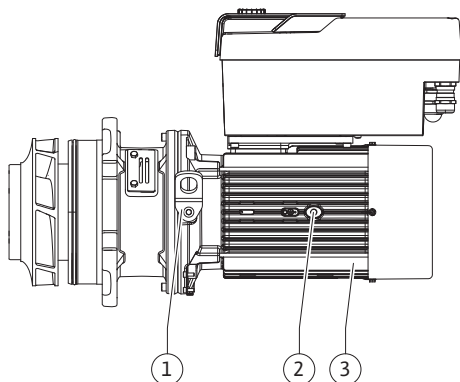

Fig. 108: Smontovaná jednotka
13. Zasuňte smontovanou jednotku (viz Fig. 108) do tělesa čerpadla v původní, resp. v jiné, požadované úhlové poloze. Přítom věnujte pozornost instalační poloze komponent (viz kapitola „Přípustné polohy instalace a změna uspořádání komponent před instalací“ [► 24]).